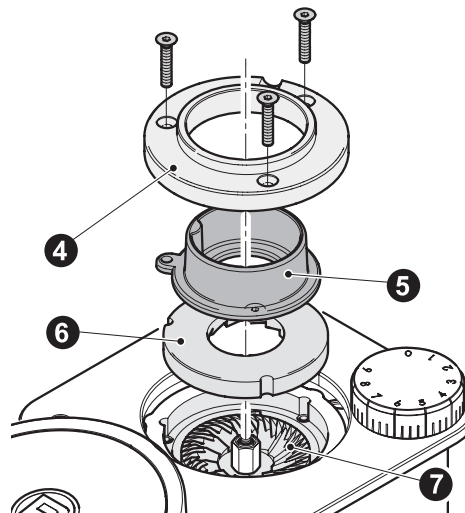

fig. 8.2
Sucessivamente, remover os três parafusos que fixam a flange (4 - fig. 8.2) e removê-la. Remover o colar de borracha (5) e o moedor superior (6) de forma a expor a câmara de moagem (7 - fig. 8.2).